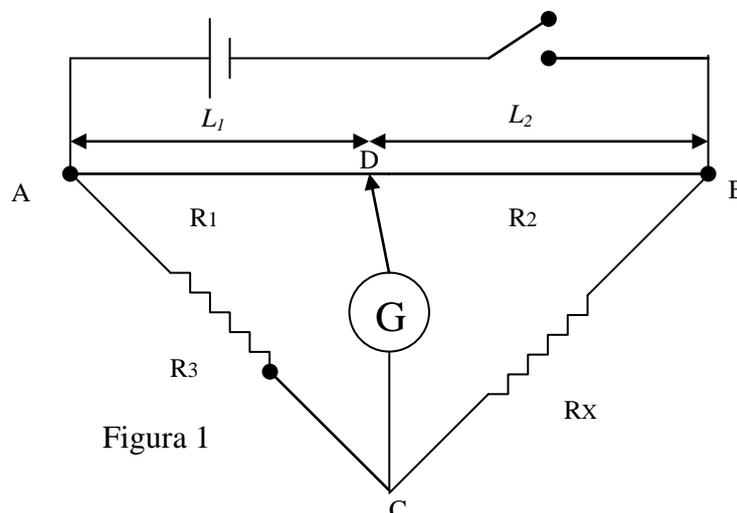

Figura 1
En la Figura 1 se esquematiza el circuito correspondiente: el puente (de corriente continua) consta de un hilo conductor de longitud total  $L$  ( $= 1$  m) sobre el que se desliza un terminal que permite efectuar la conexión eléctrica en un punto conveniente del mismo (punto D). De manera general, si la resistividad del hilo es  $\rho$  y su sección (supuesta uniforme) es  $S$ , la resistencia de una porción del hilo de longitud  $d$  será:
Como se observa en la Figura 1, el contacto del terminal en el punto D divide al hilo conductor en dos tramos de resistencias  $R_1$  y  $R_2$  que, según la expresión (1), valen  $R_1 = \rho L_1 / S$  y  $R_2 = \rho L_2 / S$ . Por lo tanto:
1. Móntese el circuito de la Figura 1 con una resistencia problema  $R'_x$  y una de las resistencias patrón. Antes de conectar el circuito consúltese al tutor o al técnico del laboratorio. Se cierra entonces el interruptor por medio de un pulsador situado junto al puente de hilo. Colóquese el cursor al que está sujeto el terminal en contacto con el hilo y búsquese la posición en la que por el galvanómetro **G** no pasa corriente; este es el momento en el que el puente está en equilibrio y la ecuación calculada en el apartado 1 del TRABAJO PREVIO es válida. Mida las longitudes  $L_1$  y calcule las  $L_2$  como  $(1000 \text{ mm} - L_1)$ .